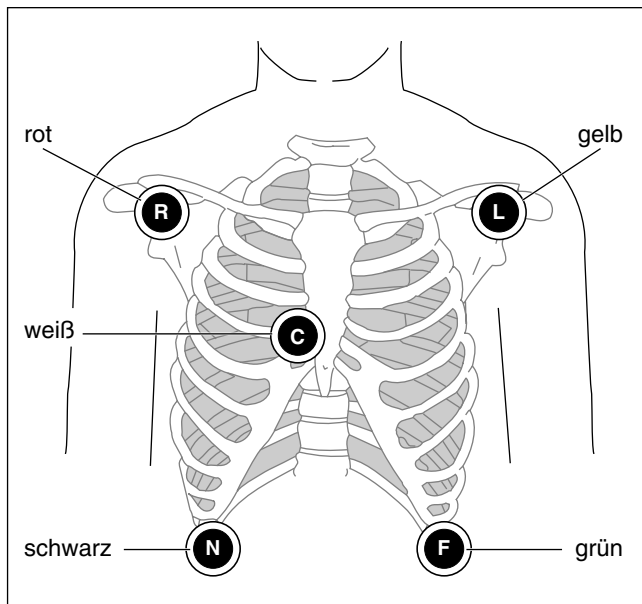
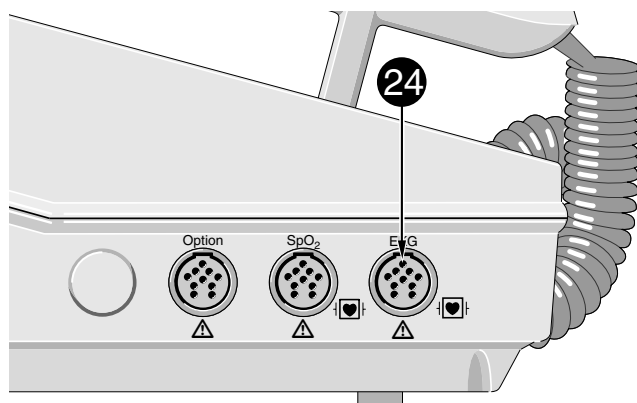

Bild 5-1. Anlegen der EKG-Elektroden
Bild 5-2. EKG-Signaleingang
- \* Legen Sie die EKG-Elektroden entsprechend Bild 5-1 an und verbinden Sie die Elektroden über die Patientenleitung mit dem **CardioServ** (Eingang (24), Bild 5-2).
- \* Achten Sie darauf, daß **keine Patientenleitung** am EKG-Signaleingang (24, Bild 5-2) angeschlossen ist.